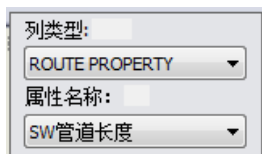

图 18-112 “列属性” 属性管理器
⑤ 单击“列弹出”工具栏中的“列属性”按钮。在弹出的图 18-112 所示的列属性框中，为“列类型”选取属性为“ROUTE PROPERTY”。为“属性名称”选取“SW 管道长度”，此